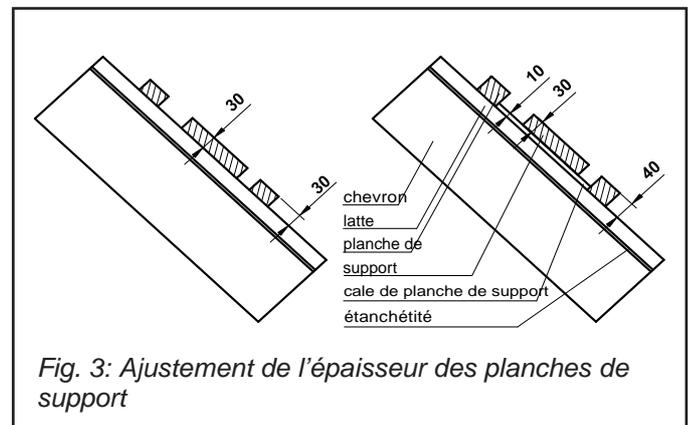

Fig. 3: Ajustement de l'épaisseur des planches de support
- il faut arriver à ce que la hauteur de la planche depuis la latte sur chevron atteigne l'épaisseur des lattes (un ajustement peut se révéler nécessaire, voir Fig. 3)